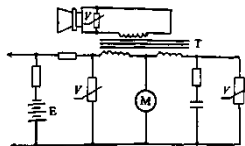

图 2-22 压敏电阻在自动电话机中应用的电路
(8)压敏电阻在自动电话机中的应用电路:这类电路见图 2-22。